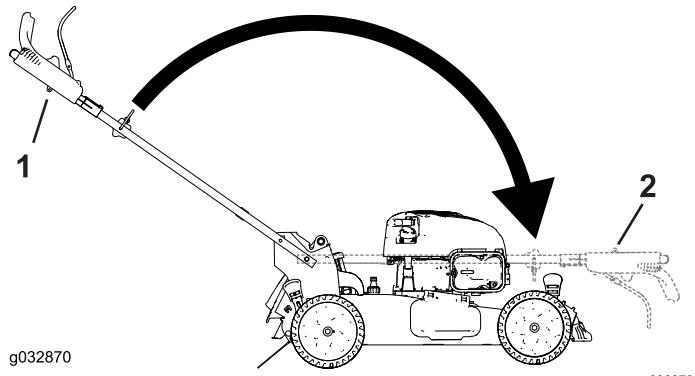

Figura 29
3. Piegate la stegola, ruotandola in avanti (Figura 29).